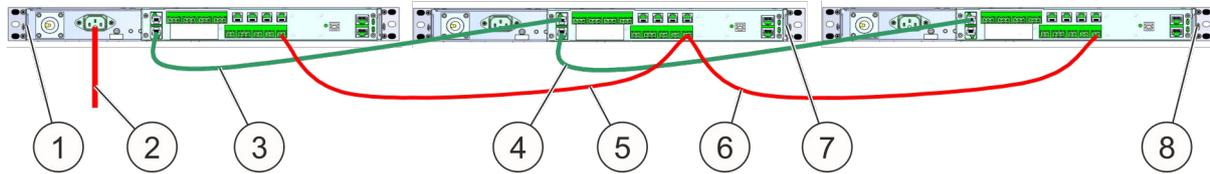

Abb. 38: Energieversorgung und Datenleitung
1. ➤ Netzversorgung (Abb. 38/2) von 100 – 240 V AC am Master (Abb. 38/1) anschließen.
2. ➤ Spannungsversorgung (Abb. 38/5) zwischen Master und erstem Slave (Abb. 38/7) herstellen. Siehe auch ↪ Kapitel 5.3.6 „Spannungsversorgung“ auf Seite 32.
3. ➤ Spannungsversorgung (Abb. 38/6) zwischen erstem Slave und nächstem Slave (Abb. 38/8) herstellen.
5. ➤ CAN-Bus-Verbindungskabel (Master/Slave) (Abb. 38/3) zwischen Master und erstem Slave anschließen.
6. → CAN-Bus-Verbindungskabel (Master/Slave) (Abb. 38/4) zwischen erstem Slave und nächstem Slave anschließen.